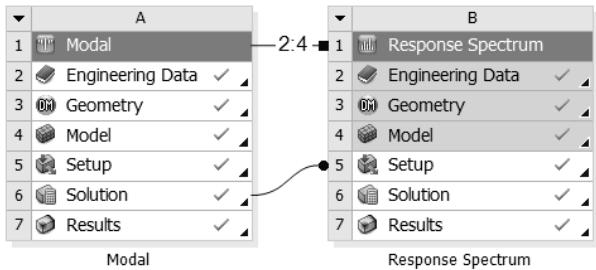

图 8-53 项目管理区中的分析项目
Step1 : 单击 Mechanical 界面右上角的  (关闭) 按钮, 退出 Mechanical, 返回到 Workbench 主界面。此时, 主界面的项目管理区中显示的分析项目均已完成, 如图 8-53 所示。